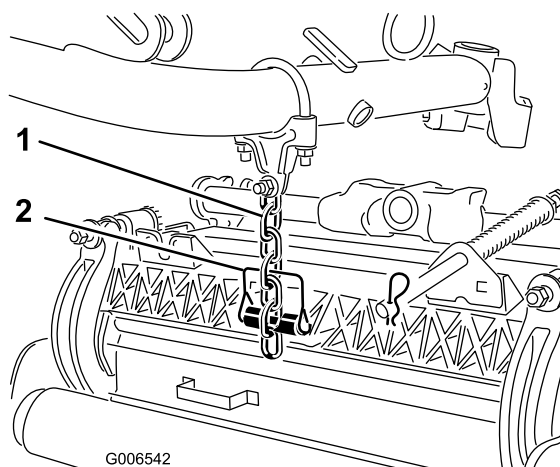

Figura 15
8. Sujete la cadena del brazo de elevación al soporte de la cadena (Figura 15) con el pasador de seguridad, según se indica a continuación: